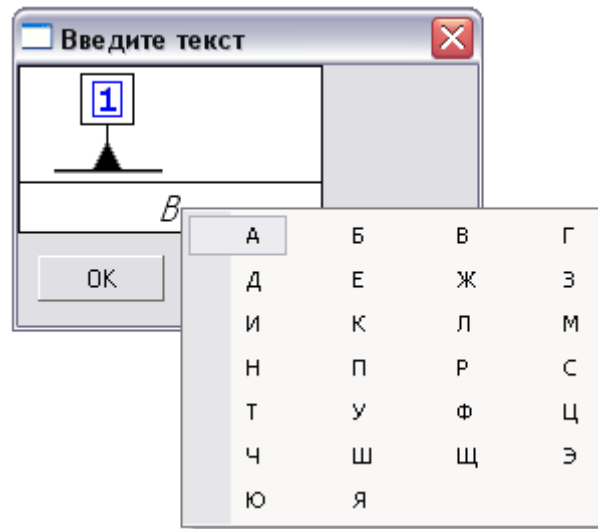

Рисунок 12.5 Выбор обозначения базы
3.2 Из появившейся на экране таблицы введите обозначение А (рисунок 12.5).